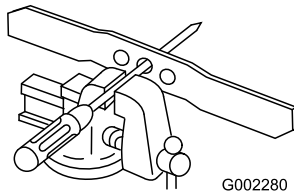

Figure 30
1. Vérifiez l'équilibre de la lame en enfilant le trou central sur un clou ou la tige d'un tournevis serré horizontalement dans un étau (Figure 30).